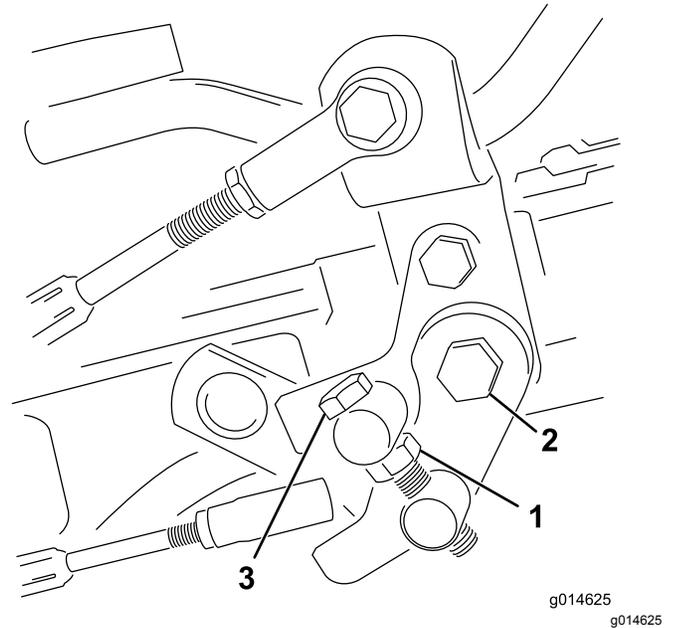

图 41
1. 松开枢轴螺栓上的锁紧螺母图 41。
4. 上紧枢轴螺栓上的锁紧螺母和踏板枢轴上的螺母锁定调整图 41。检查调整情况并按需要调整。